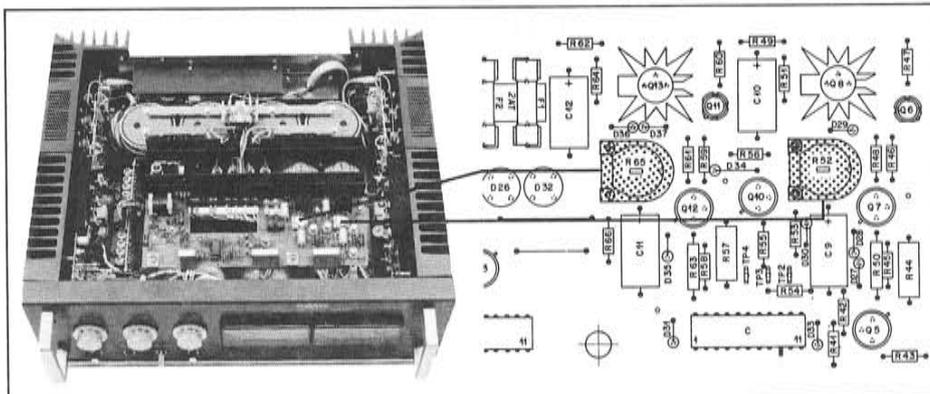

Fig. 4.2.1
4.2 Abgleich der stabilisierten Speisenspannungen (Fig. 4.2.1)
4.2 Adjustment of stabilized supply voltages (fig. 4.2.1)
4.2 Réglage de l'alimentation stabilisée (fig.4.2.1)